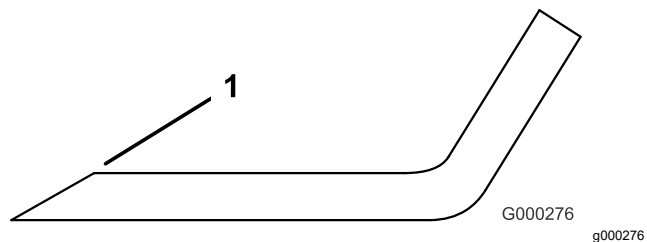

図 99
3. すべてのブレードの刃先を点検し、刃先が丸くなっていたり打ち傷がある場合には研磨する 図 99。
注 研磨は刃先の上面だけに行い、刃の元々の角度を変えないように十分注意する 図 99。左右を同じだけ削るようにすればバランスが狂わない。